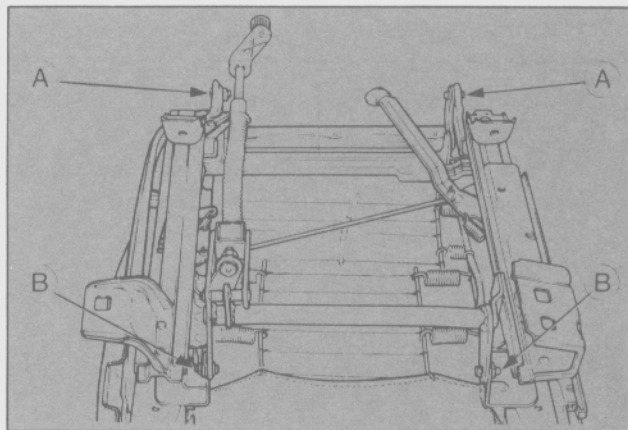

Fig. 22 - Tornillos de sujeción del mecanismo de ajuste.
- Colocar la butaca en una mesa de trabajo, invertirla y retirar los cuatro tornillos que retienen el mecanismo de ajuste al marco del asiento (Fig. 22).